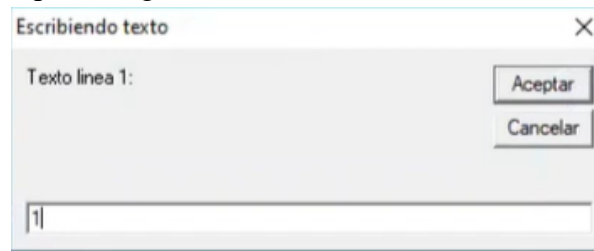

Figura 300. Nombre del vértice.
52. Presionar clic en uno de los vértices. En la ventana desplegada, introducir el nombre del vértice y presionar “Aceptar”. Figura 300.